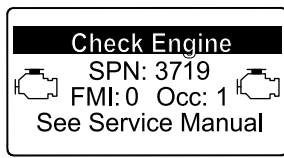

Figure 57
- Avertissement moteur SPN 3719, FMI 0 (Figure 57)